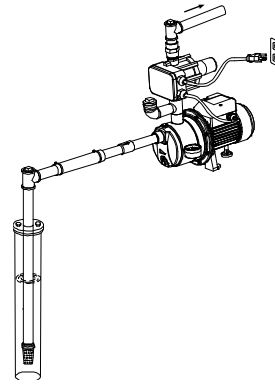

Figura 3
3. Conecte la salida de la bomba al sistema de agua de su casa. Conecte la bomba al enchufe GFCI de 115V. (Figura 3).